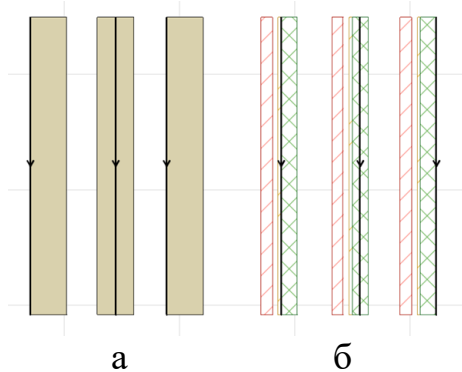

Рисунок 2.3 – Види прив'язки стін: а – для одношарових конструкцій; б – для багатшарових конструкцій
Бувають 3 види прив'язки стіни (рис. 2.3): по зовнішньому краю (1), по внутрішньому краю (3), по центру (2). У разі багатшарової конструкції по центру ядра (5), з зовнішньої сторони ядра (4), з внутрішньої сторони ядра (6). Після виділення об'єкта з одного боку конструкції з'являється жирна ліній і точки – це і є лінія прив'язки.